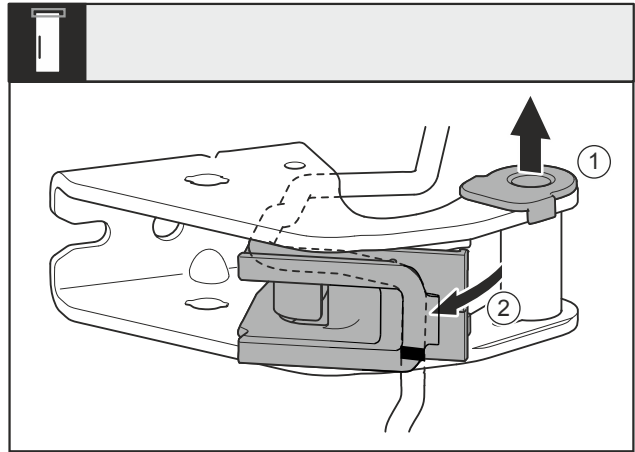

Fig. 27
- ▶ Lagerbuchse Fig. 27 (1) aus Führung ziehen.
- ▶ Kabelhalterung Fig. 27 (2) ausschwenken.